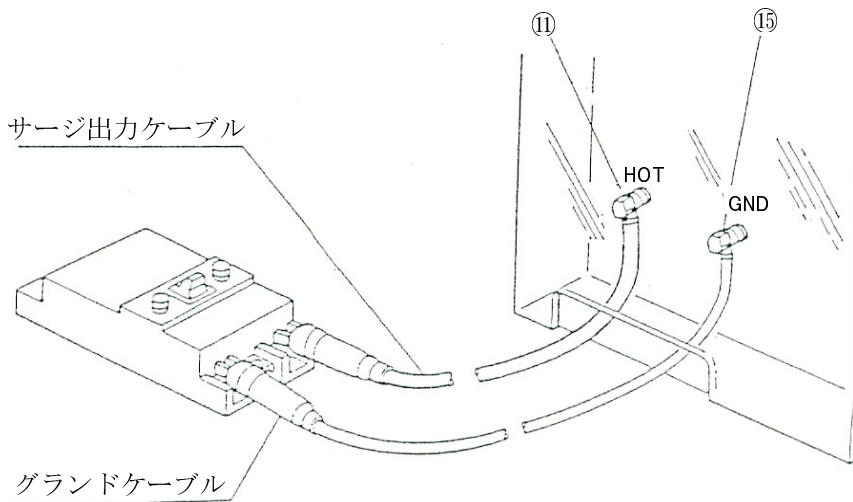

図 5
3. 供試体と HOT 端子⑪、GND 端子⑮を添付品のサージ出力ケーブルとグラウンドケーブルにて図 5 のように接続します。